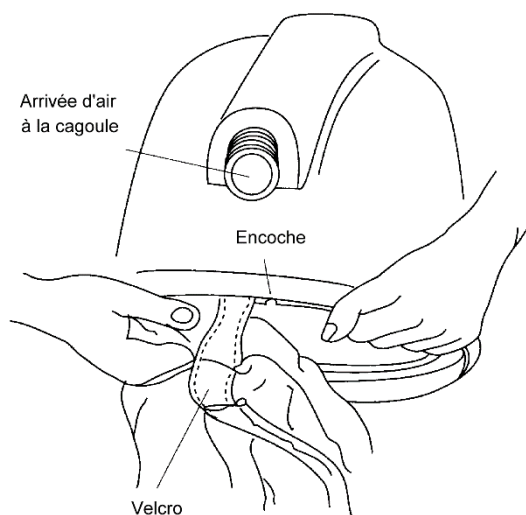

Figure 4 : démontage de la cape
(1) Enlevez les velcro de la cape	Reportez-vous à la figure 4
(2) Détachez la cape	<ul style="list-style-type: none"> - - Faites glisser les extrémités de la cape jusqu'à l'encoche - - Continuez de faire glisser une extrémité de la cape en dehors de la rainure jusqu'à ce que la cape se détache complètement de la cagoule -
(3) Replacez la cape	<ul style="list-style-type: none"> - - Pour refixer la cape, détachez les velcro et faire glisser une extrémité de la cape dans la rainure située en bas de la fixation prévue à cet effet. - - Continuer de faire glisser la cape autour de la base de la cagoule jusqu'à ce qu'elle soit entrée complètement dans la rainure - <p>NOTE : un lubrifiant à base de silicone pulvérisé dans la rainure facilitera la mise en place de la cape</p>
(4) Refermez les velcro	Voir figure 4